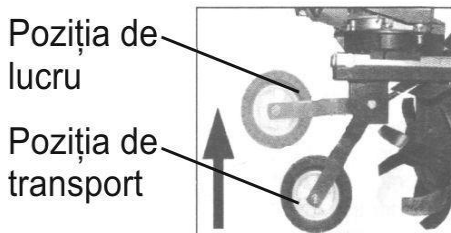

Fig. 4
- Ridicați roata de transport în poziția de lucru (Fig.4)
Pentru a deplasa utilajul, mutați roata de transport în jos (Fig.4).
Roata de transport (Fig.4) este folosită pentru a ușura transportul utilajului dintr-un loc în altul. Înaintea începerii lucrului, plasați roata pe cea mai înaltă poziție.